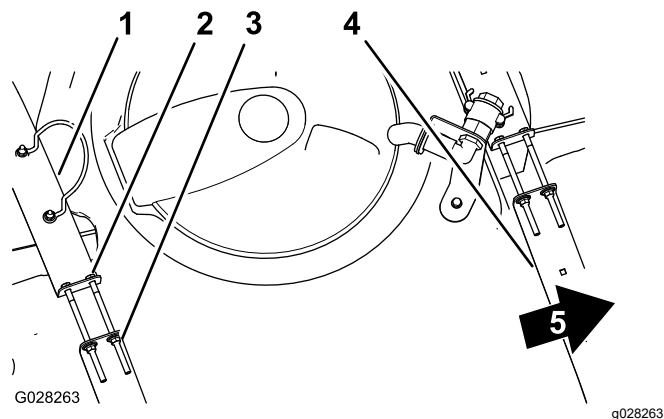

图 31
2. 检查药缸箍带与药缸之间是否有任何活动图 31。
3. 如果药缸箍带与药缸之间有松动应拧紧箍带顶部的凸缘锁紧螺母和螺栓直到箍带与药缸表面齐平图 31。